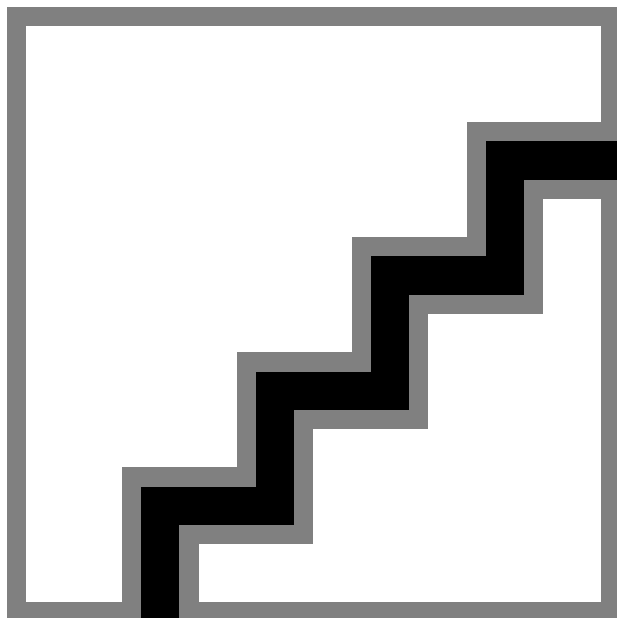

Ilustración 4.10 Ubicación de los interruptores de los terminales 53 y 54
1. Retire el LCP (panel de control local) (consulte *Ilustración 4.10*).